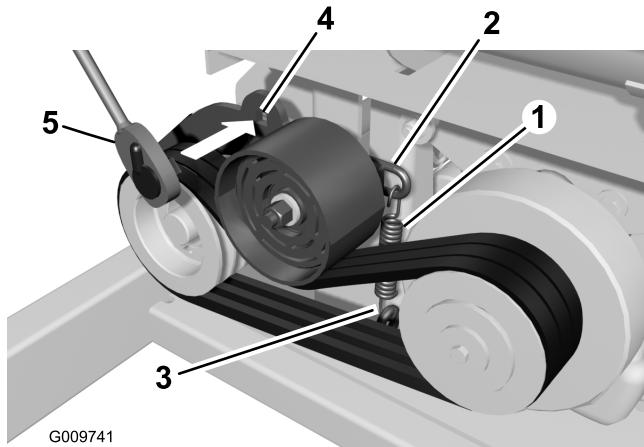
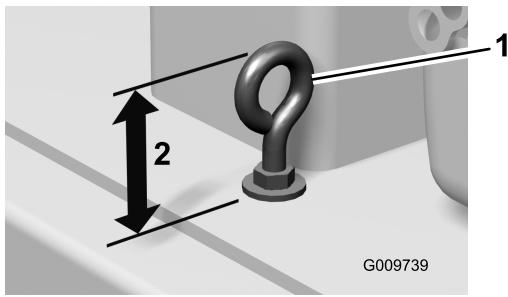

Figura 55
Figura 58
2. Verifique o estado da correia (Figura 55).
- B. Insira uma chave no furo quadrado no braço intermédio e rode a chave para cima (Figura 55).
4. Para aumentar a tensão da mola e assim aumentar a tensão da correia, diminua a altura do parafuso de olhal desapertando a porca superior do parafuso de olhal e apertando a porca inferior (Figura 55 e Figura 58).